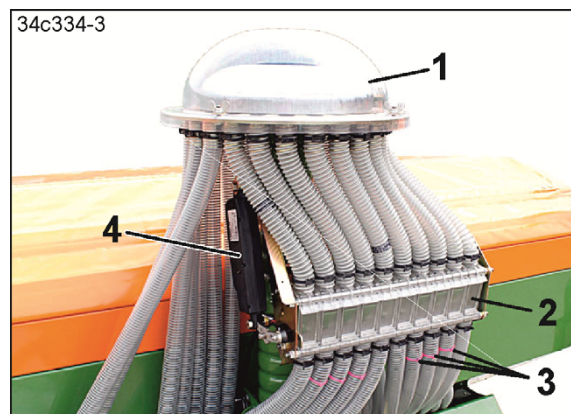

Fig. 47
Dans la tête de distribution (Fig. 47/1), le produit dosé est réparti de manière égale sur toutes les conduites de semence raccordées, puis il est acheminé vers les socs.
- les clapets (Fig. 47/2) de la boîte à clapets ferment l'alimentation en semence des conduites de semence (Fig. 47/3) des socs jaloneurs. Les clapets sont actionnés par un moteur électrique (Fig. 47/4).